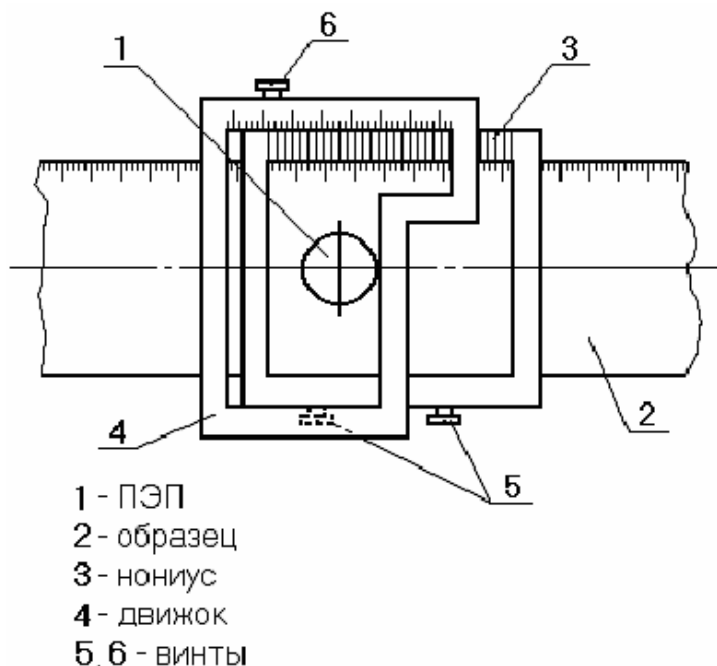

Рисунок 7.9
д) установить на непараллельный образец толщины1) 2 из комплекта ГСО 2219-81 образцов толщины КУСОТ-180 (рисунок 7.9) нониус2) 3 так, чтобы он свободно скользил по образцу;
и) установить ПЭП 1 (см. рисунок 7.9) на поверхность образца 2 таким об-
- л) ослабить винты 5 и 6 (см. рисунок 7.9);
- п) ослабить винты 5 и 6 (см. рисунок 7.9);